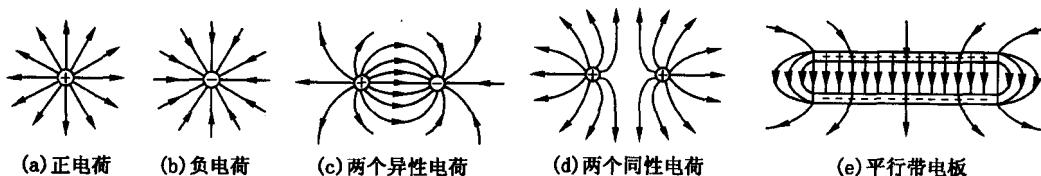

图 1-1-2 几种电场的电场线
(3) 在静电场中的导体，其内部任一点的电场强度为零，它表面上任一点的场强方向一定垂直于导体表面；整个导体是一个等位体。
(4) 电场线是形象地表示电场分布的场强线，见图 1-1-2。空间任一点上电场线的切线方向就是该点  $E$  的方向；而电场线的疏密程度示出的是  $E$  大小。电场线有如下性质：起始于正电荷，终止于负电荷，既不闭合，也不中断；电场线不会相交。